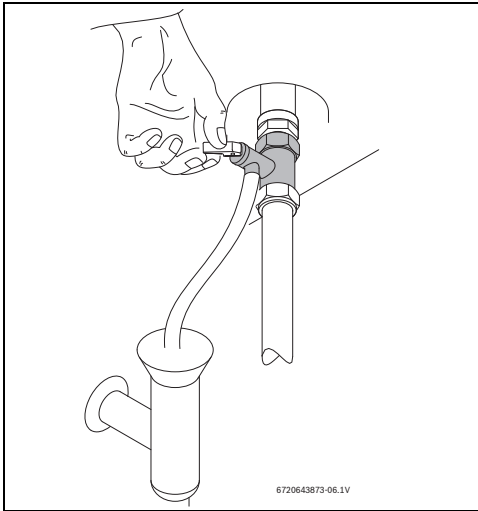

Fig. 15 Ouverture manuelle de la soupape de sécurité
- ▶ Ouvrir la soupape de sécurité (fig. 15).
- ▶ Ouvrir la soupape de sécurité au moins une fois par mois (→ fig. 15).